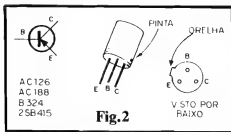

Fig. 2
- **FIG. 2 - O TRANSISTOR SENSOR** - Conforme mencionado, o sensor utilizado no TIPP-2S é "improvisado" a partir de um simples transistor de **germânio** (os de silício apresentam **performance** inferior nesse tipo de função, e por isso não são recomendados...). O corpo metálico é uma exigência de "proteção" ao próprio transdutor, já que os invólucros de **epoxy** podem sofrer a ação de Temperaturas mais elevadas, diretamente aplicadas, fator que é melhor "resistido" pelas "casca" metálicas... Observando o "esquema" do circuito (fig. 1), notamos que apenas são utilizados os terminais de **coletor** e **emissor** do componente, desprezando-se a "perna" de **base** (que pode, então, ser cortada rente, para não "sobrar" nem atrapalhar...). A figura mostra (além do símbolo genérico do componente...) suas aparências e identificações de pinagem mais comuns, feitas a partir de uma **pinta** lateral (próxima ao **coletor**) ou uma "orelhinha" na base do corpo metálico (próxima ao **emissor**...).